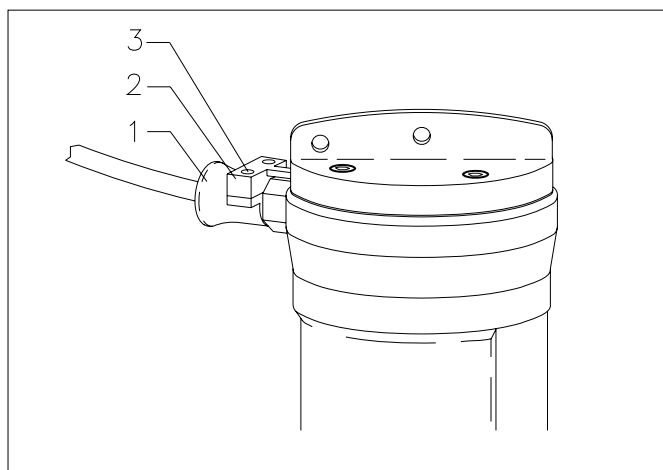

Fig. 7.1
Fig.7.1. Draai de 2 inbusbouten (1) van het invoerdeel (3) los en verwijder ze samen met het drukstuk (2). Draai het zeskant van het invoerdeel (3) met een passende sleutel aan (rechts om) totdat het invoerdeel in een positie is waarin u het drukstuk weer kunt monteren.